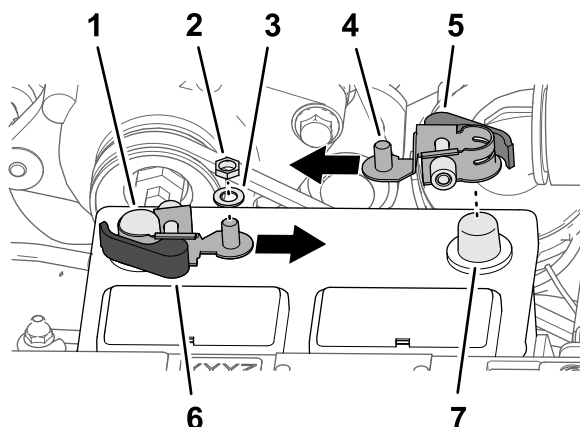

図 207
1. 赤色と黒色のハンドル式クイックコネクトクランプから、六角ナットとワッシャを外す 図 207。
3. クイックコネクトクランプを、バッテリーのマイナス端子に接続する 図 207 のように、クランプのねじ山付きポストをバッテリーの内側に向ける